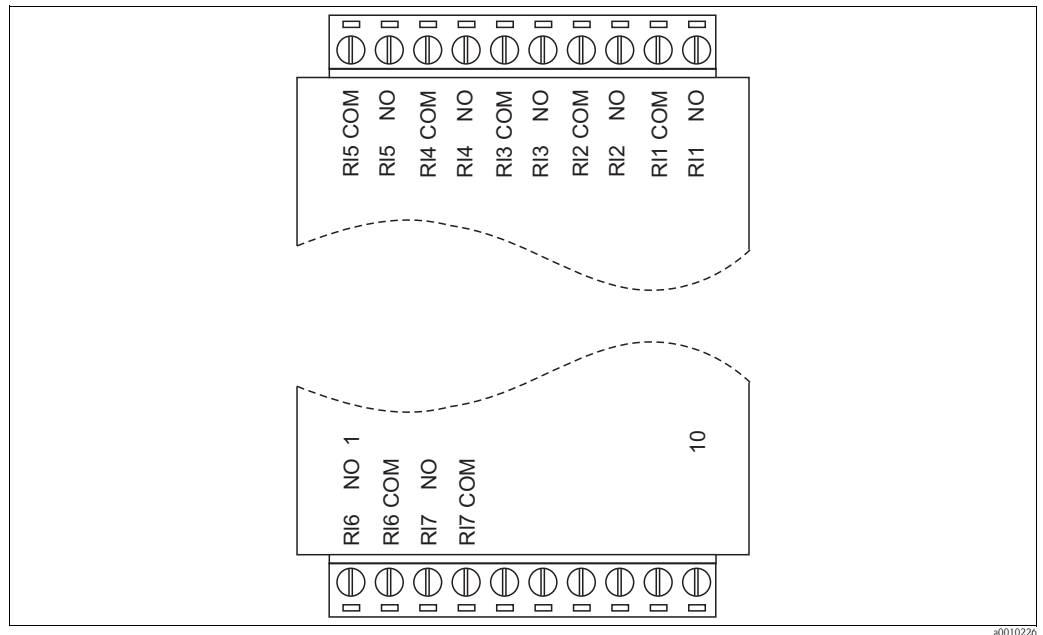

Abb. 14: Anschluss des Relaismoduls
3. Schließen Sie die Verbindungskabel an das Relaismodul an (s. Abb. 14).